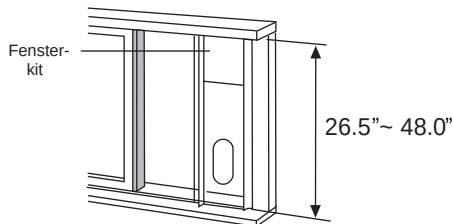

Abb.13
2. Legen Sie den Fensteradapter (Kit) auf den Fensterrahmen. Passen Sie die Länge des Fensteradapters an die Fensterbreite an. Verkürzen Sie den Fensteradapter, wenn die Breite des Fensters weniger als 26,5" ist. Öffnen Sie den Fensterflügel und legen Sie den Fensteradapter auf das Fenstersims (Abb. 13).